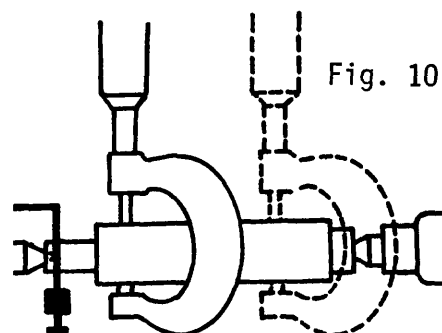

Fig. 10
- ___ d Controle con micrómetro los diámetros en los extremos de la superficie rectificada (fig. 10).